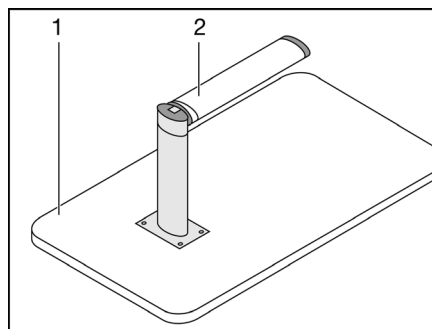

Bild 51 Bettunterbau
- Die Tischplatte (Bild 51,1) vorne ca. 45° anheben.
- Den unteren Teil des Gelenkstützfußes (Bild 51,2) nach unten ziehen und um 90° umklappen.